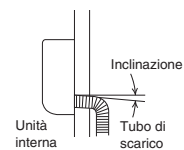

Fig. 3-105
- Il tubo di scarico deve avere una leggera angolazione in basso e verso l'esterno. (Fig. 3-105)